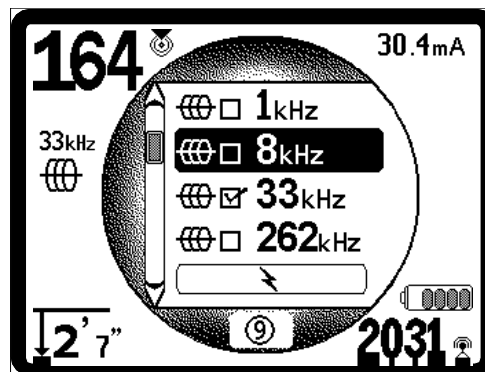

Рис. 15: Выделение требуемой частоты (8 кГц)
2. Используя кнопки со стрелками вверх и вниз, выделите требуемую частоту (рис. 15). В приведенном примере оператор активизирует частоту 8 кГц.